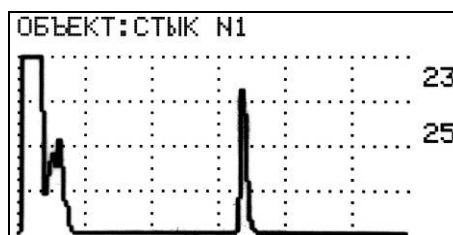

Рисунок 93 – Выбор нужного результата контроля.
6.5.3 Перевести курсор на строку «дефектоскоп» или «толщиномер» и нажать клавишу «Enter» - на экране появится следующая заставка (см. рисунок 93):